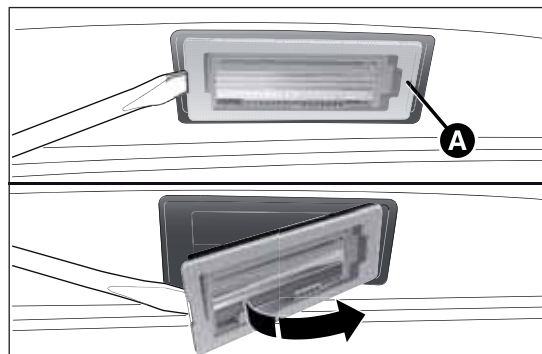

fig. 177
- enlever le transparent A fig. 177 ;
- puis remettre le transparent A fig. 177.